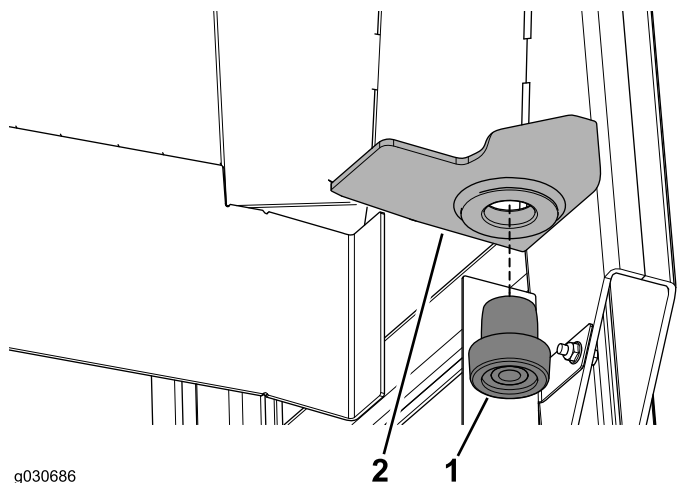

Figure 12
2. Poussez un support élastique dans le trou du support arrière droit sur le cadre de la cabine (Figure 12).